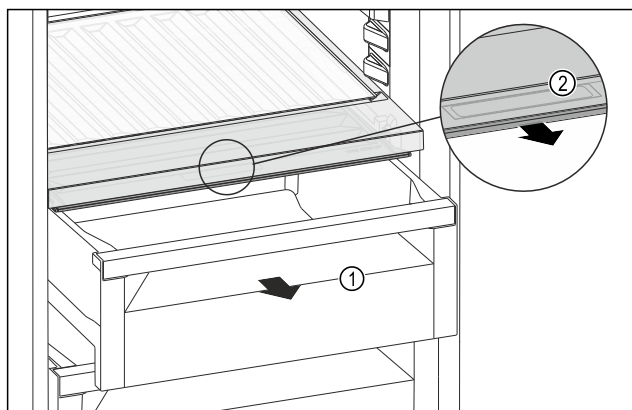

Fig. 262
- Izvlecite predal Fig. 262 (1).
- Primite prijemalno vdolbino Fig. 262 (2) na pokrovu predala in predal istočasno povlecite naprej.